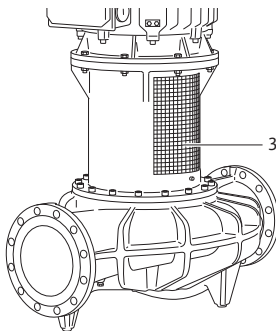

Fig. 48: Montert koblingsbeskyttelse-plate
- **Kjør kun pumpen med monterte koblingsbeskyttelses-plater (Fig. 48, Pos. 3).**